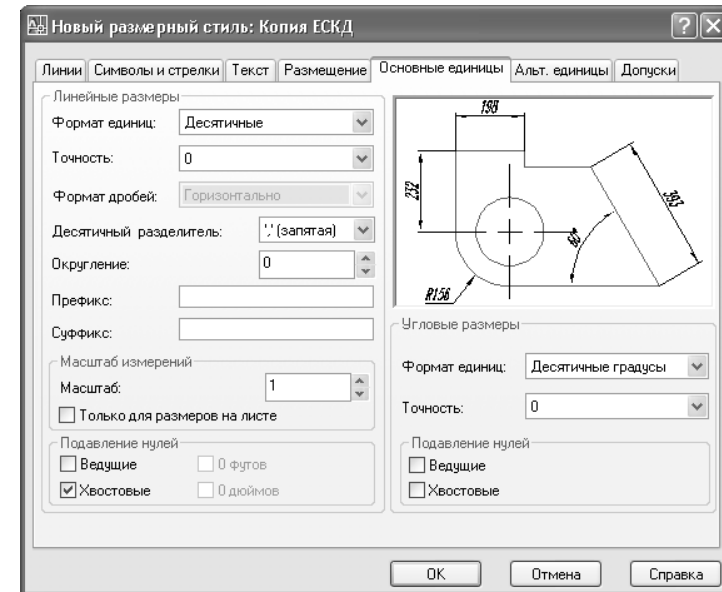

Рис. 11.7 ▼ Параметры точности представления размеров для нового стиля **ЕСКД**
- Перейдите на вкладку **Основные единицы** (Primary Units) и установите параметры точности представления размеров в соответствии с рис. 11.7: в группах **Линейные размеры** (Linear dimensions) и **Угловые размеры** (Angular dimensions), выберите из списка **Точность** (Precision) значение **0**.